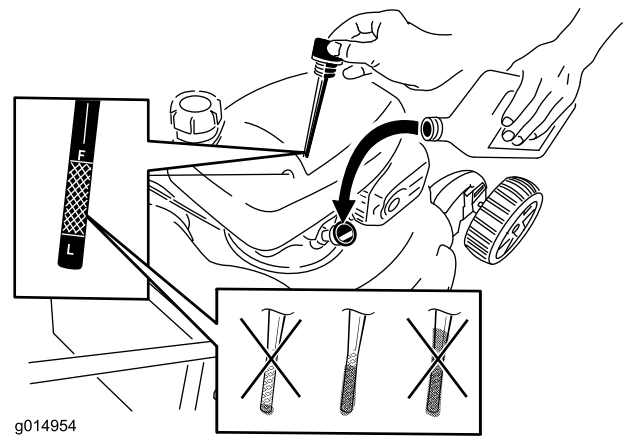

Figura 10
2. Retire la varilla y compruebe el nivel de aceite (Figura 10). Si el nivel de aceite está por debajo de la marca **Add** (añadir) de la varilla, vierta **lentamente** aceite en el tubo de llenado hasta que el nivel llegue a la marca **Full** (lleno) de la varilla. **No llene demasiado.** (Capacidad máxima: 0,55 litros, **tipo: Aceite detergente SAE 30 para automóviles** con clasificación de servicio API SL, SM o superior. Puede utilizarse SAE 10W30 si no hay aceite SAE 30 fácilmente disponible.)
1. Retire la varilla, límpiela, y vuelva a colocarla (Figura 10).